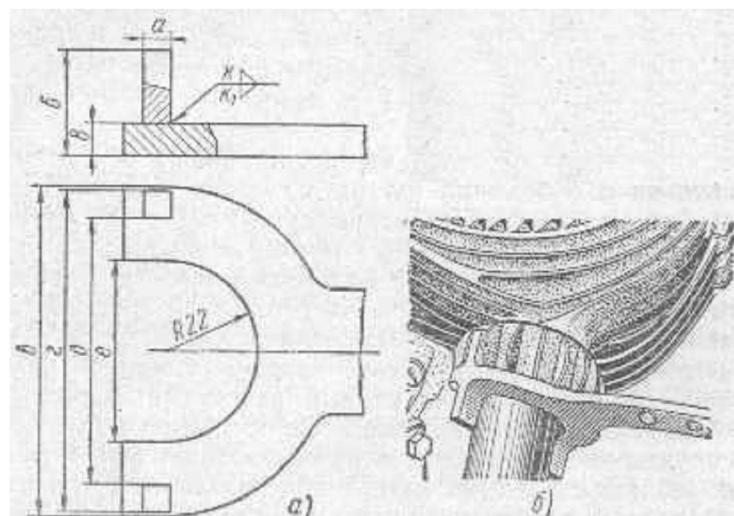

Рис. 12. Ключ для гаек крепления выпускной трубы к цилиндрю:
Гайки крепления трубы к цилиндуру отвертывают ключом из комплекта инструмента, прилагаемого к мотоциклу. Такой ключ можно сделать согласно рис. 12.
4. При помощи ключа для гаек выпускных труб, который находится в комплекте инструмента, прилагаемого к мотоциклу, отвертывают гайки. Более удобным является ключ, показанный на рис. 12. Этим ключом можно отвернуть гайки, даже если их оребрение частично поломано.